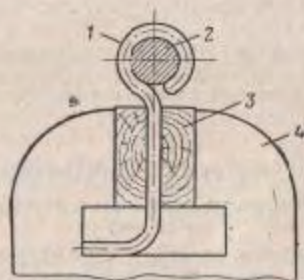

Рис. 158. Настройка пружины вручную:
1. Закрепить в прорези оправки (приложение 2, рис. 177) конец проволоки, зажать проволоку в тисках между двумя деревянными прокладками (рис. 158), навить на оправку требуемое число витков пружины согласно таблице на рис. 159.